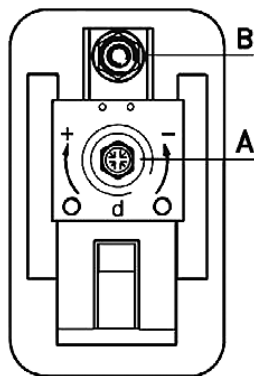

Рис. 9 Реле давления
Давление выключения должно быть ниже максимального рабочего давления насоса и бака. Удалите крышку реле давления, чтобы иметь доступ к регулировочным винтам (см. рис. 9).
1. Поверните винт (рис. 9, поз. А) по часовой стрелке, если хотите повысить давление выключения. Поверните винт против часовой стрелки, если хотите уменьшить давление выключения. Регулируемая разность давлений при этом остается неизменной.
1. Поверните винт (рис. 9, поз. В) по часовой стрелке, если хотите уменьшить давление включения. Поверните винт против часовой стрелки, если хотите повысить давление включения. Область регулирования разности давлений расширяется или соответственно сужается.